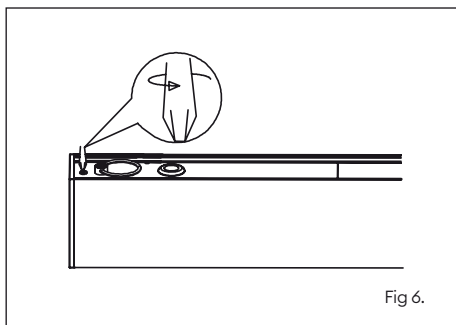

Fig 6.
5. Dévissez l'embout et la plaque à bornes à l'aide de la vis sur la partie supérieure, à côté du passe-câble (fig. 6 et 7).